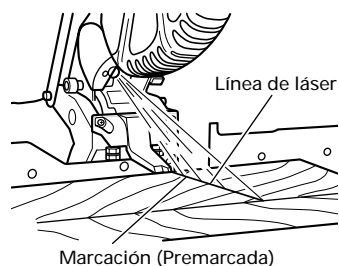

Fig. 17
- (3) Tras ajustar la posición de la línea de láser, trace sobre la pieza de trabajo una línea de tinta en ángulo recto y alinee la línea de tinta con la línea de láser. Cuando alinee la línea de tinta, deslice gradualmente la pieza de trabajo y asegúrela con el tornillo de carpintero en la posición en que la línea de láser coincida con la línea de tinta. Trabaje de nuevo en el ranurado y verifique la posición de la línea de láser. Si desea cambiar la posición de la línea de láser, vuelva a realizar los ajustes desde los pasos (1) a (3).
**NOTA:** Compruebe sobre una base periódica que la posición de la línea de láser sea la correcta. Con respecto al método de verificación, trace una línea de tinta en ángulo recto sobre una pieza de trabajo de aproximadamente 1-1/2" (38mm) de alto y 3-1/2" (89mm) de ancho, y compruebe que la línea de láser coincide con la línea de tinta. [La desviación entre la línea de tinta y la línea de láser debe ser inferior al ancho de la línea de tinta (0.5mm)]. (Fig. 17).